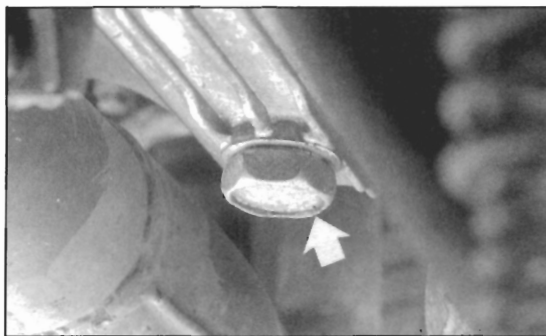

Bild 44
- Auffangwanne unter Ölfilter (Bild 44) stellen.